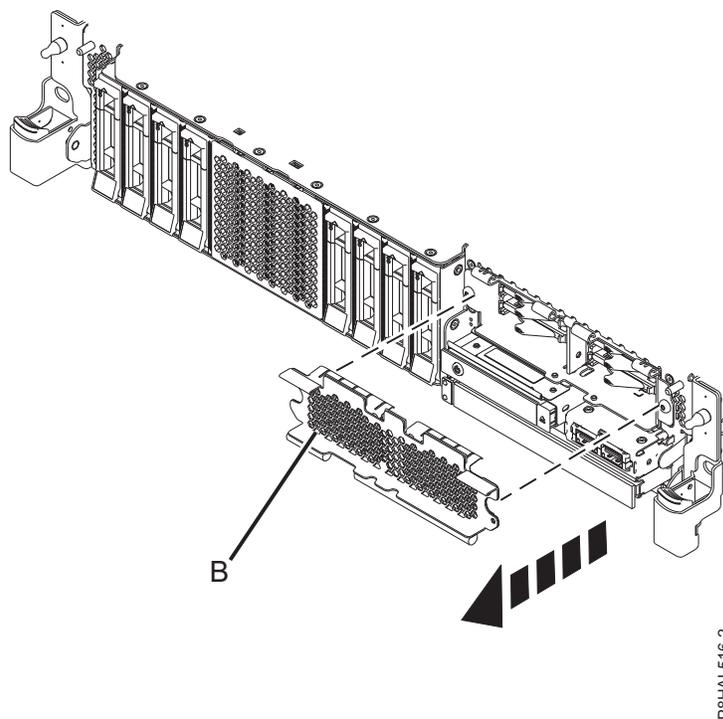

Abbildung 15. SSD-Gehäuseabdeckung für den Zugriff auf die SSD-Steckplätze in einem System mit erweiterten Funktionen abheben
14. Um auf die SSD-Steckplätze zuzugreifen, heben Sie die perforierte Platte **(B)** ab, die das SSD-Gehäuse abdeckt, wie in Abb. 15 dargestellt.